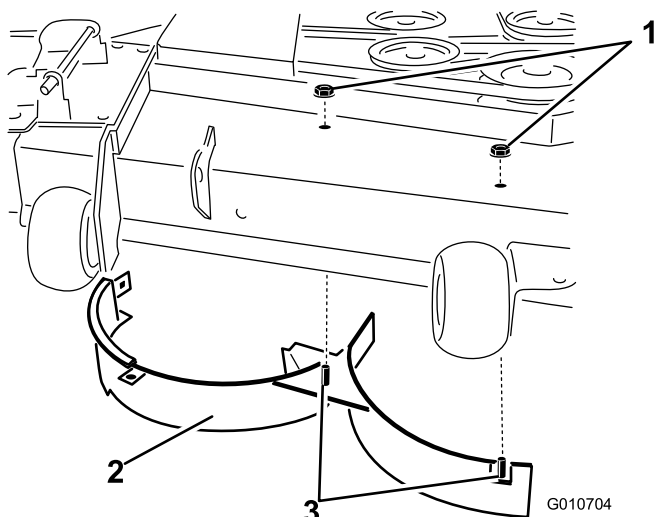

Figure 34
- Retirez les deux contre-écrous (5/16 pouce) qui fixent les montants soudés du déflecteur droit sur le dessus du plateau de coupe, au centre et à droite du centre (Figure 34). Enlevez le déflecteur droit du plateau de coupe.